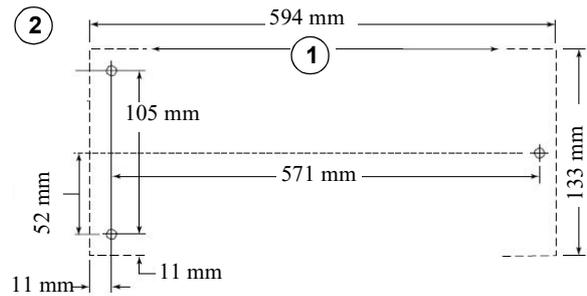

Abb. 4: Montage DB 305 VARIO
Schritt 1: Messen und markieren Sie auf der Tischplatte drei Bohrungen wie in Abb. 4 gezeigt.